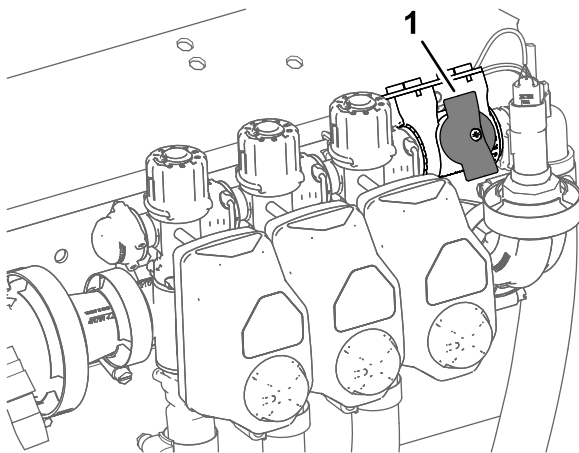

Bild 40
4. Stellen Sie für Maschinen im Dosierungsmodus sicher, dass das Handrad für das Abstellventil des Sicherheitsventil des Abschnitts in der geschlossenen Stellung ist (Bild 40).
5. Stellen Sie für Maschinen im Dosierungsmodus sicher, dass das Abstellventil des Sicherheitsventil des Abschnitts geschlossen ist (Bild 40).